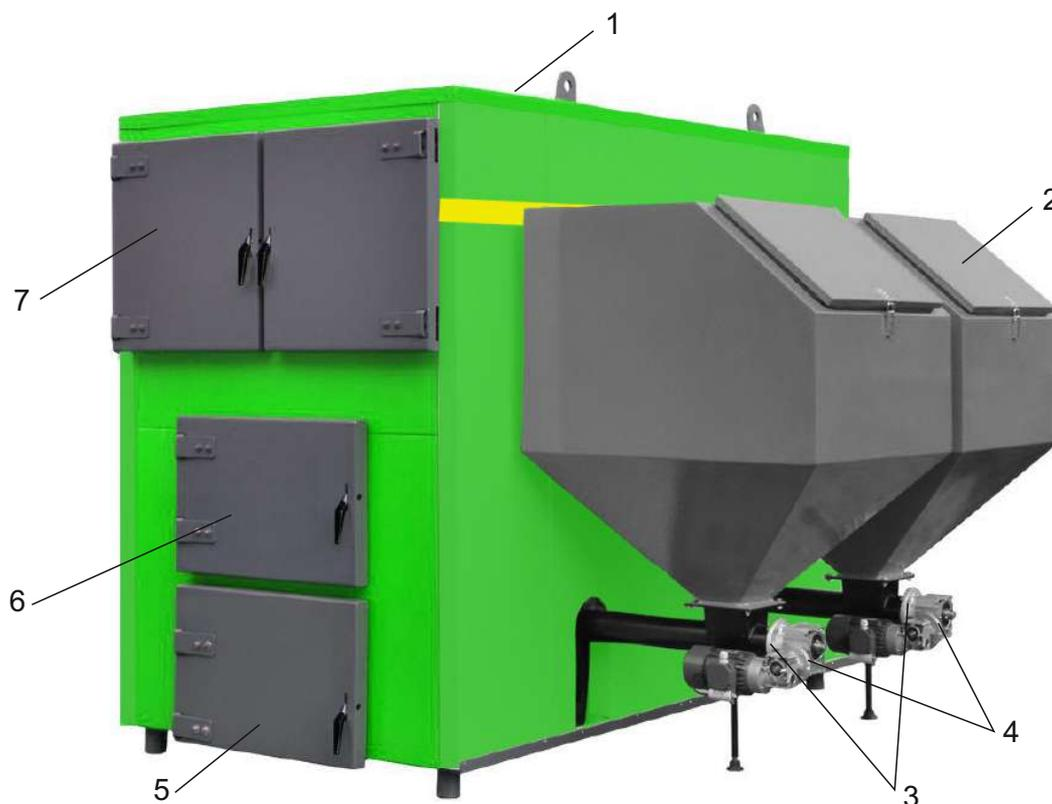

Рисунок 1 – Состав и устройство Котлов моделей LR 100-400 (общий)
10. Котел (рис.1) представляет собой стальной сварной теплоизолированный каркас, обшитый снаружи съемной декоративной облицовкой, и устанавливаемый на собственных опорах. Внутреннее пространство имеет сложную конфигурацию, включает в своем составе в том числе трубчатый теплообменник, предназначенный для циркулирования теплоносителя, листовые детали, образующие вместе со стенками каркаса камеру сжигания, воздухоподводящие каналы, систему дымоудаления из Котла. Внутри каркаса в нижней части расположены устройства: колосниковая решетка для размещения топлива (при работе на резервном топливе) и зольный ящик для сбора и удаления золы. Снаружи Котел имеет дверцы и окошки для обслуживания Котла (5,6,7), патрубки для подсоединения к трубопроводам